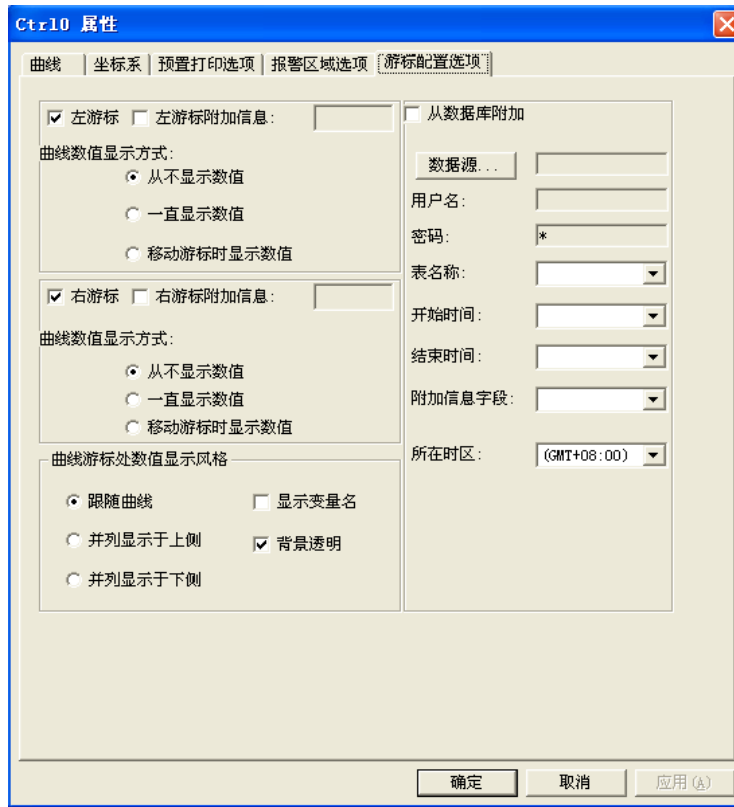

图 6-14
**游标配置选项属性页：**历史曲线控件中的“游标配置选项属性页”对话框，如图 6-14 所示。